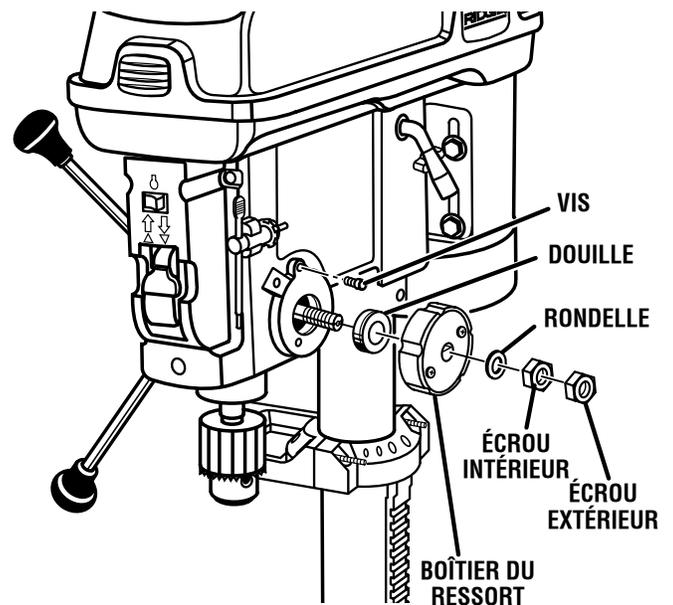

Fig. 27
- Installer le boîtier du ressort du côté droit de la perceuse, en veillant à ce que ses deux vis soient orientées vers l'extérieur. La languette centrale du ressort doit être insérée dans la vente de la manette de commande. Voir la figure 27.
- Remettre la rondelle en place et revisser les écrous intérieur et extérieur sur les leviers de commande, comme illustré à la figure 27. Maintenir le ressort en place et installer les deux boulons, sans les serrer. Voir le réglage du ressort de rappel à la page suivante.